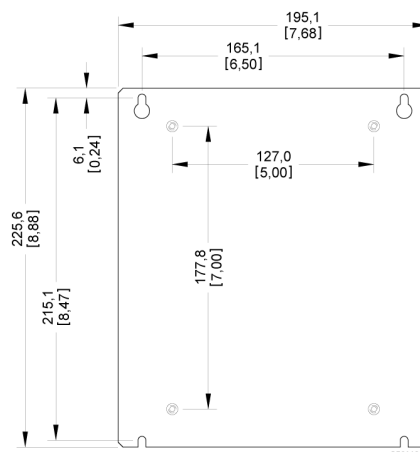

Figura 3. Dimensiones del panel
- **Unidad principal montada sobre el panel del adaptador.** Colóquela según lo desee en la placa de montaje de la carcasa y ubique los orificios de montaje en la placa con las ranuras del panel del adaptador como plantilla. Vea la *Figura 3* para obtener las dimensiones del panel del adaptador. Perfore y rosque orificios de montaje en la placa con una rosca de 8-32 UNC. Coloque el FB107 con el panel del adaptador sobre las ubicaciones roscadas y conecte la placa con los cuatro tornillos de 8-32 UNC x 0,38 pulg provistos. Ajuste los tornillos con firmeza.